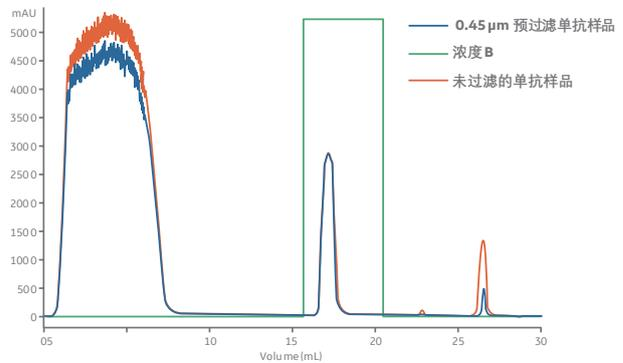

图 1. 在 ÄKTApure 25 层析系统 1 mL HiTrap MabSelect Prisma A 柱子进行的 mAb 的纯化结果：A280 nm。
为了证明液相色谱 (LC) 之前进行蛋白样品预过滤的有效性，进入 HiTrap™ MabSelect™ Prisma 柱子的样品为经过预过滤 / 未过滤的 6ml 含有人单克隆抗体的细胞上清液。蛋白样品的过滤是使用直径为 30 mm，孔径为 0.45μm 针头式滤器。在层析操作 30 分钟后，使用 1M 氢氧化钠进行层析柱的清洗，原位清洗 (CIP) 的色谱峰如图 1 所示。